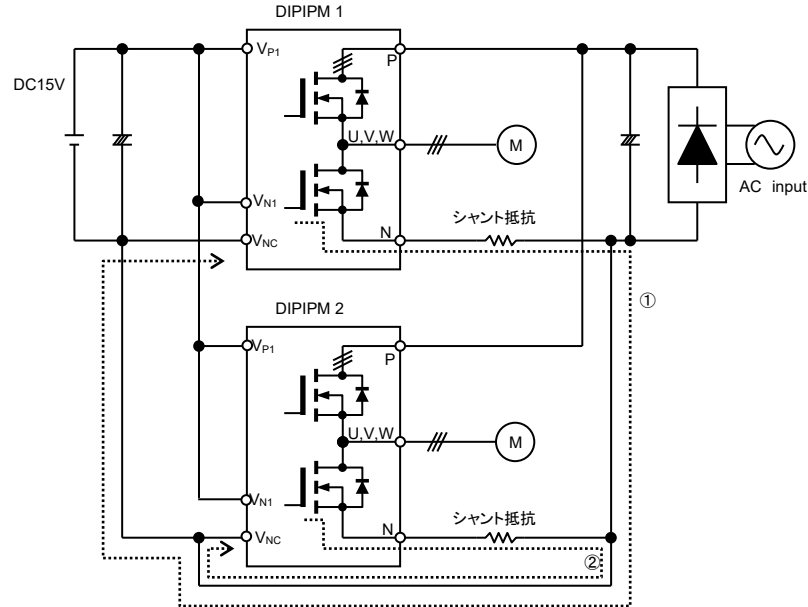

図3-1-13 並列動作
図3-1-13にDIIPMを2台並列接続した場合の回路例を示します。DIIPMの下アームMOSFETのゲートチャージは、DIIPM 1では①の経路、DIIPM 2では②の経路で行われます。この経路が長くなりますと、配線インダクタンスも大きくなりますのでスイッチング動作に影響を与える可能性があります。(上アームのブートストラップコンデンサの充電にも影響を与える可能性があります。) また、ノイズの影響を受け易く誤動作の要因となります。並列数が多ければ多いほど、このGNDパターンは長くなりますので、GND電位の変動による他の回路への影響(電源、保護回路動作等)も考えられますので推奨いたしません。電気的には、動作可能と考えますが、上記項目に注意し評価検討をお願いします。